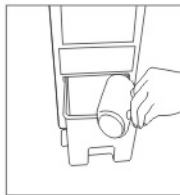

fig.2
4. Puxe o tanque de água cerca de 10 cm. e adicione água (fig. 2). Use o pino de travamento ao fechar o tanque para fixar sua posição.